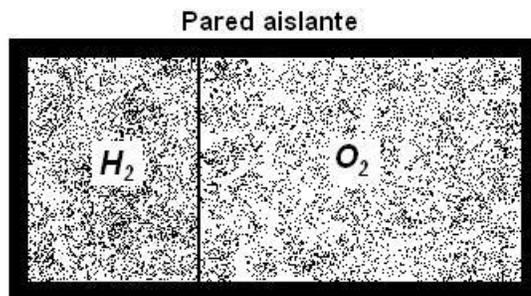

Figura 15.8. Problema 15.39
- 15.39 Un recipiente térmicamente aislado, de 4.2 litros está dividido en dos partes, una el doble que la otra, como muestra la figura 15.8. El lado izquierdo contiene hidrógeno y el derecho oxígeno, ambos a temperatura a 0° C y presión atmosférica. Calcular el cambio de entropía al eliminar la división y dejar que los gases se mezclen. R: 43.7 J/K.